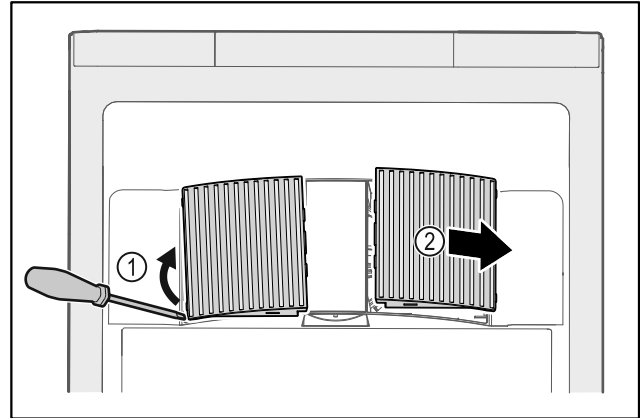

Fig. 58
► Внимателно повдигнете капаците на вентилаторите от страни Fig. 58 (1) и ги свалете напред Fig. 58 (2).